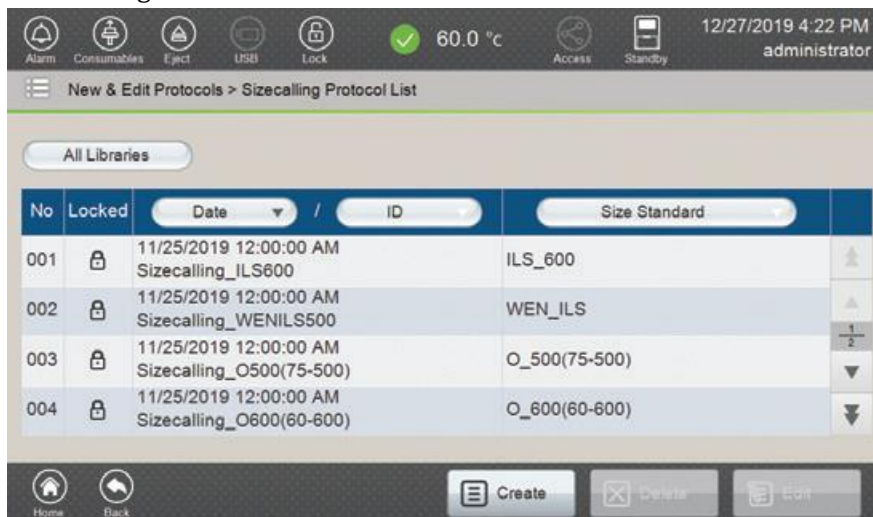

図 127 Sizecalling Protocol List 画面
1. New & Edit Protocols 画面の **Sizecalling Protocols** (図 117) を選択し、Sizecalling Protocol List 画面を開きます。(図 127)